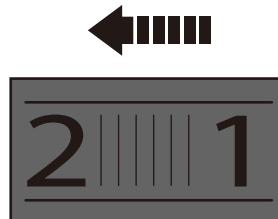

Fig. 22
- > Desplace el selector de velocidad (1) hacia la izquierda (visto desde la posición del operador) para reducir la velocidad máxima (Fig. 22). Un ajuste menor es adecuado cuando se lija con papel de lijado de grano grueso para retirar pinturas o barnices.